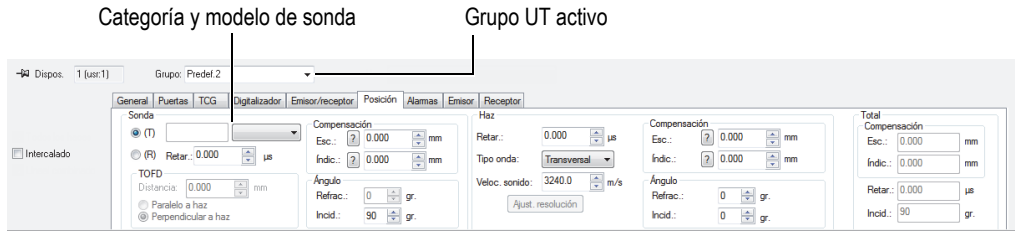

Figura 4-25 Selección de la sonda en el cuadro de diálogo Ajustes UT
3. En el cuadro de diálogo **Ajustes UT**, seleccione la categoría y el modelo de sonda (ver Figura 4-25 en la página 131).